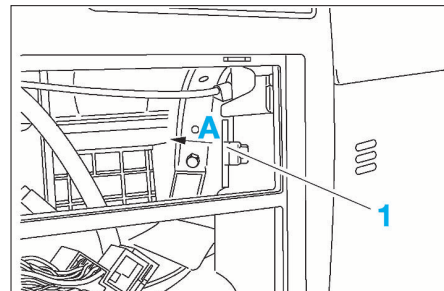

FIG. 27
- Dégrafer le support (1) de la sonde et le dégager dans le sens de la flèche (A) (Fig.27).